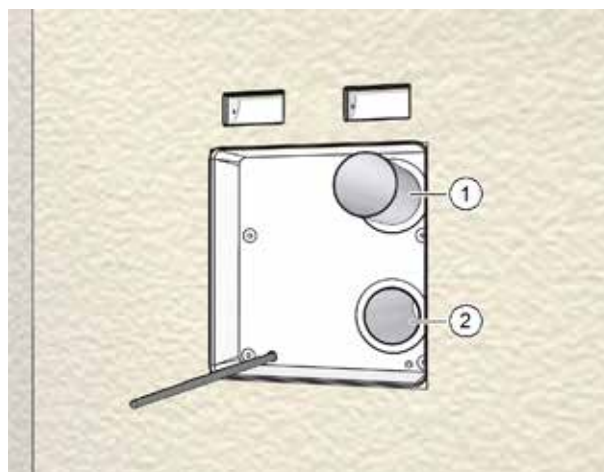

Fig. 28: Taglio dei tubi dell'aria
- ▶ Spingere i due tubi dell'aria (pos. 1 nella Fig. 28) nelle aperture della cassetta a muro in modo che siano a livello (pos. 2 nella Fig. 28).